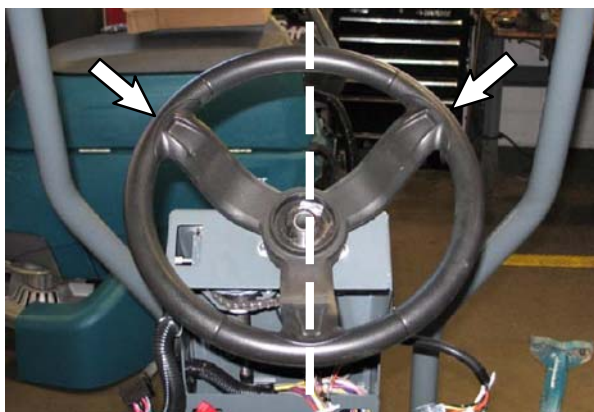

ABB. 43
18. Positionieren Sie wie in Abb. 43 gezeigt das Lenkrad an der Lenksäule.